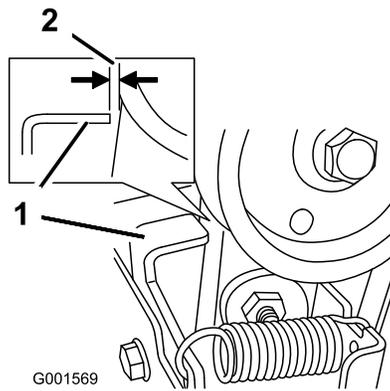

Figure 47
3. Lorsque le levier de commande de la vis sans fin/turbine est désengagé, vérifiez qu'un écart de 1,5 mm (1/16 po) existe entre l'embrayage de la vis sans fin et la patte, comme montré à la Figure 47.